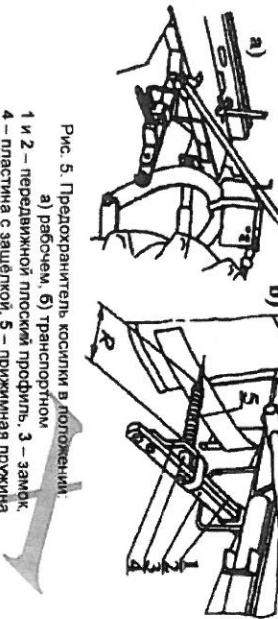

Рис. 5. Предохранитель косилки в положении:
- комплект кожухов (коужхи приводного узла (6) и защитного фартука (1);)
- предохранитель (Рис. 5).